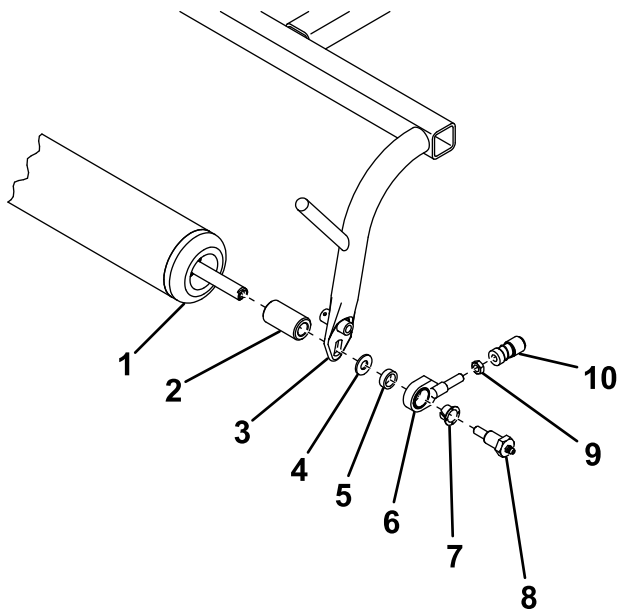

图4
6. 将牵引架隔片滑到滚筒的两端（图4）。
- 如图4所示，将滚筒固定到牵引架上。
- 将锁紧螺母和之前卸下的球窝接头接收器拧到拉杆组件上（图4）。此时不要拧紧锁紧螺母。